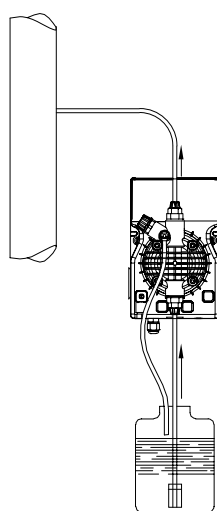
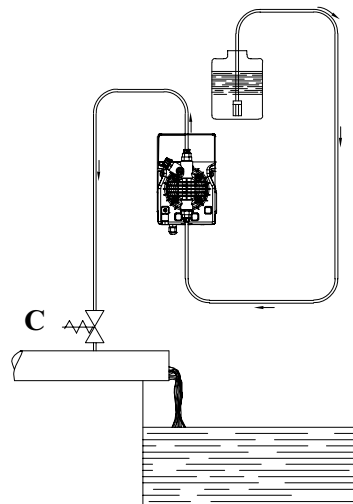

Bild 5
Bild 6
- Montieren sie die Pumpe wie in Bild 5 dargestellt ist. Die Pumpe kann entweder über oder unter dem Flüssigkeitsbehälter angebracht werden. Beachten sie dabei, dass die maximale Saughöhe von 2 Meter nicht überschritten wird. Wenn die Pumpe bei atmosphärischem Druck arbeitet (kein Gegendruck) und der Chemikalien- tank oberhalb der Pumpe angebracht ist, muss regelmäßig darauf geachtet werden, dass am Impfstventil keine Flüssigkeit austritt bei ausgeschalteter Pumpe Bild 6. Sollte das Problem auftreten, so kann ein einstellbares Gegendruckventil abhelfen, welches zwischen Pumpe und Impfstelle eingebaut wird (C). Im Falle wenn die Flüssigkeit aggressive Dämpfe erzeugt, bringen sie die Pumpe nicht über dem Chemikalienbehälter an, es sei denn dieser ist hermetisch abgeschlossen.